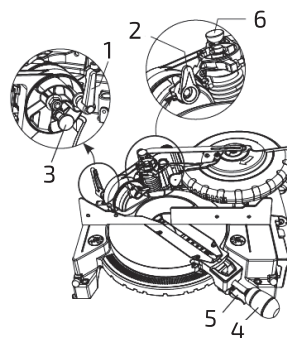
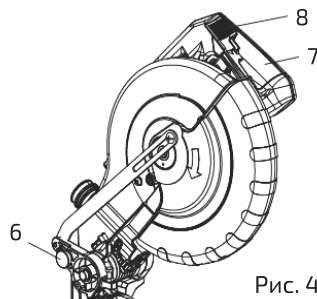

Рис. 3
Рис. 4
1. Ослабить рукоятку фиксации наклона (1) (Рис. 3).
2. Повернуть штифт фиксации наклона (2) против часовой стрелки.
3. Слегка приподнять рукоятку переключателя 7 (Рис. 4) и извлечь штифт предохранительной блокировки (3) (см. Рис. 3).
4. Потянуть ручку переключателя (7), чтобы наклонить дисковый узел влево более чем на 90° (см. Рис. 4).
5. Повернуть штифт фиксации наклона (2) по часовой стрелке, а затем повернуть дисковый узел обратно на 90° (см. Рис. 3).
6. Затянуть рукоятку фиксации наклона (1).
7. Ослабить рукоятку поворота (4), взяться за нее и поднять рычаг блокировки неподвижного упора (5) для установки поворотного стола в положение 0° на шкале поворота. Затянуть рукоятку поворота (4).
8. Слегка надавить на рукоятку переключателя (7) и извлечь прижимную защелку (6) (см. Рис. 4).
1. Надавить на рычаг фиксации нижнего щитка диска (8) и опустить рукоятку выключателя (7), чтобы дисковый узел оказался в самом нижнем положении (Рис. 4).
2. Вставить прижимную защелку (6) в фиксирующее отверстие.
2. Слегка надавить на ручку переключателя (7) и вставить защелку (6) в фиксирующее отверстие (рис. 4).
3. Ослабить рукоятку поворота (4), взяться за нее и поднять рычаг блокировки неподвижного упора (5) для установки поворотного стола в крайнее правое положение. Затянуть рукоятку поворота (см. рис. 3).
4. Ослабить рукоятку блокировки поворота (1) и повернуть штифт фиксации наклона (2) против часовой стрелки.
5. Извлечь предохранительный штифт (3) и взяться за рукоятку переключателя (7) (см. рис. 4), чтобы повернуть дисковый узел вправо до щелчка.